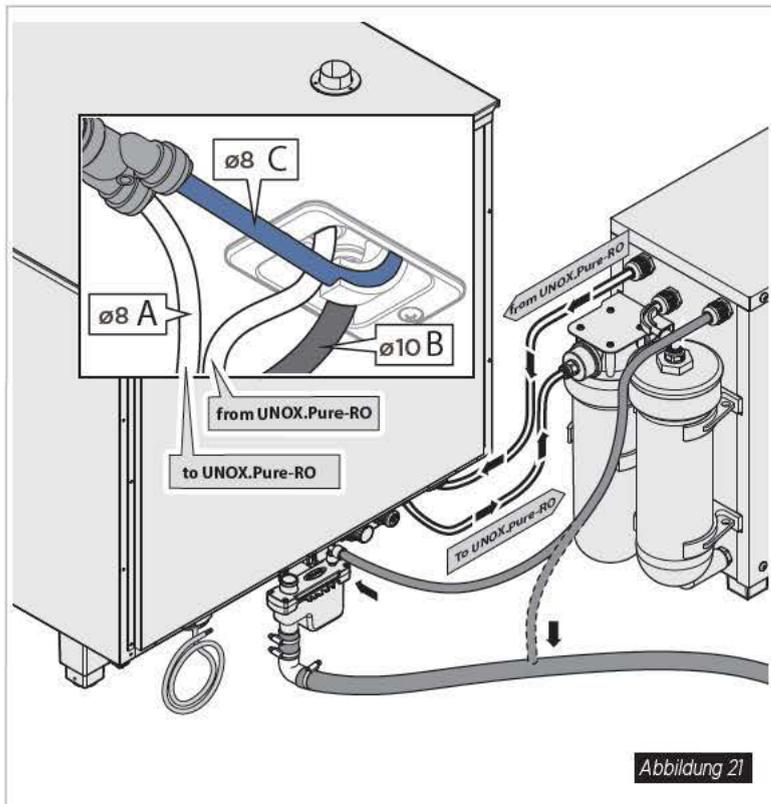

Abbildung 21
- **UNOX.Pure-RO** (Umkehrosmose-Set, siehe Abbildung 21);
- **UNOX.Pure** (Wasserfiltersystem, siehe Abbildung 21).